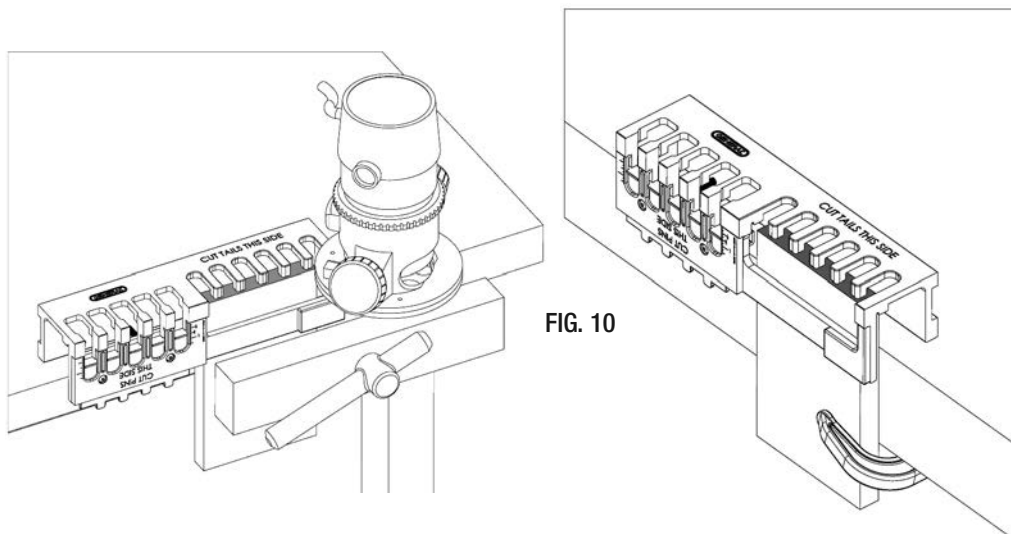
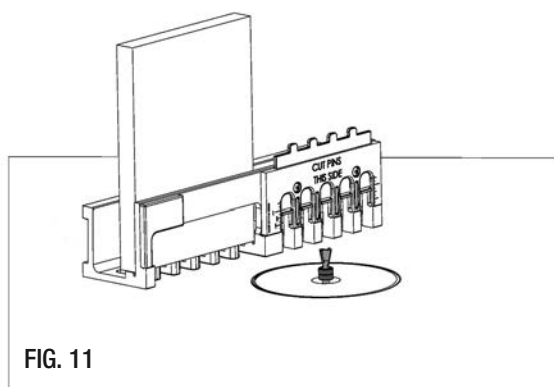

FIG. 10
FIG. 11
6. Serrez la planche sur un établi ou fixez-la dans un étau, tel qu'illustré (FIG. 10). Si vous utilisez une table à toupie, assurez-vous que la face qui indique « Cut Tails This Side » est dirigée vers la table à toupie. (FIG. 11)